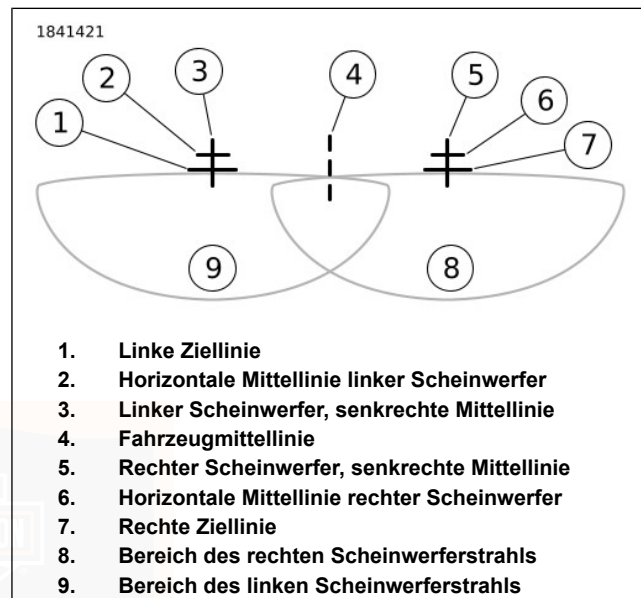

Abbildung 149. Scheinwerferstrahlmuster: Doppel-LED
10. Siehe Abbildung 149. Eine horizontale Linie an der berechneten horizontalen Mittellinie (5, 8) jedes Scheinwerfers zeichnen.
4. Siehe Abbildung 149. Den rechten Scheinwerfer abdecken. Den linken Scheinwerfer so einstellen, dass sich der obere Teil des linken Lichtstrahls (9) in der Mitte unterhalb der linken Ziellinie (1) befindet.
5. Rechten Scheinwerfer abdecken. Den rechten Scheinwerfer so einstellen, dass sich der obere Teil des rechten Lichtstrahls (8) in der Mitte unterhalb der rechten Ziellinie (1) befindet.